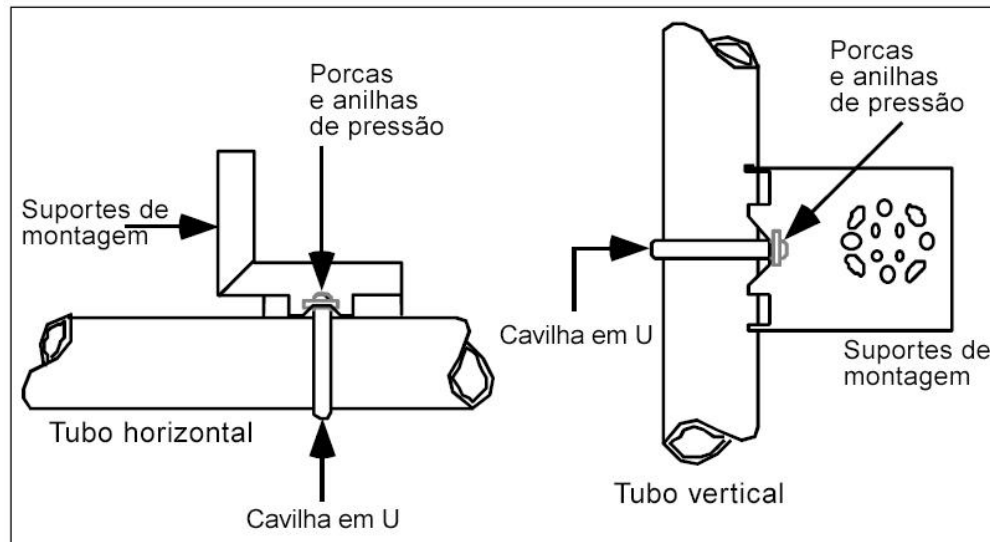

Figura 5 – Suporte de montagem em ângulo fixo a um tubo horizontal ou vertical
1. Consulte a Figura 5. Coloque o suporte num tubo horizontal ou vertical de 50,8 mm (2 polegadas) e instale uma cavilha em U em redor do tubo e através dos orifícios do suporte. Fixe o suporte as porcas e anilhas de pressão fornecidas.